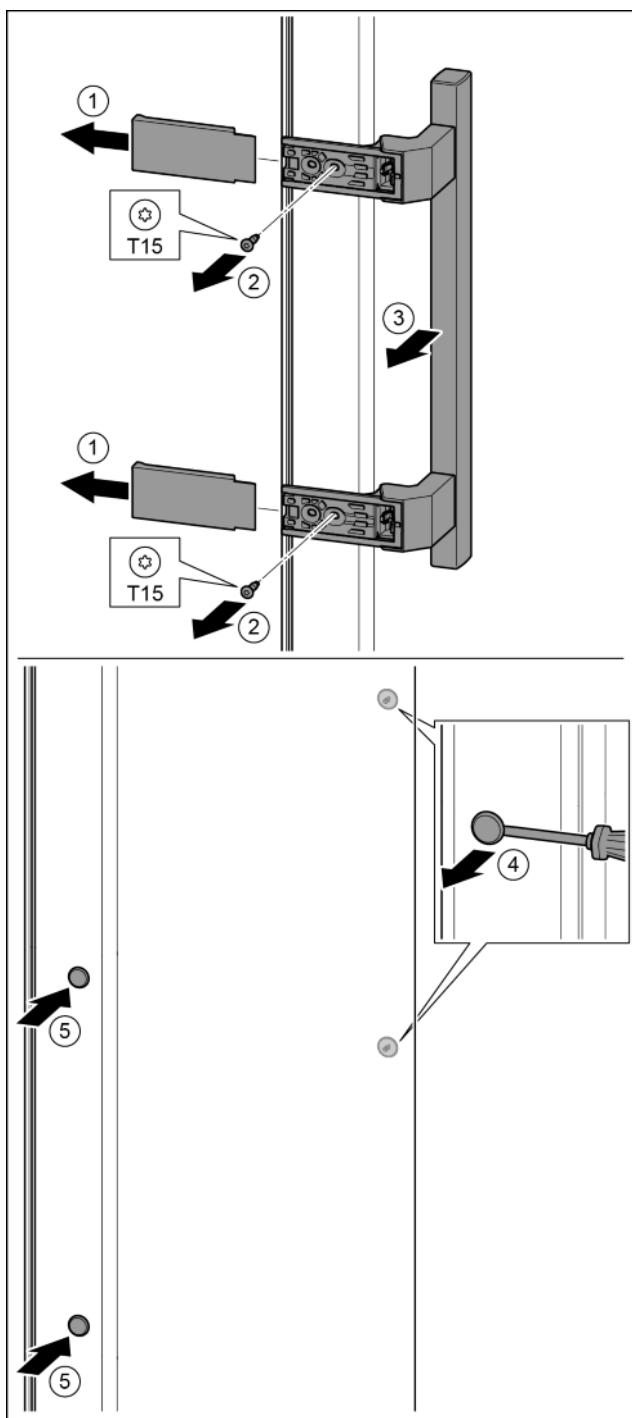

Fig. 15
- ▶ Зніміть кришку. Fig. 15 (1)
- ▶ Викрутіть гвинти за допомогою викрутки T15. Fig. 15 (2)
- ▶ Зніміть ручку. Fig. 15 (3)
- ▶ За допомогою шлицевої викрутки обережно підійміть бокову пробку та витягніть її. Fig. 15 (4)
- ▶ Знову вставте пробку з іншого боку. Fig. 15 (5)